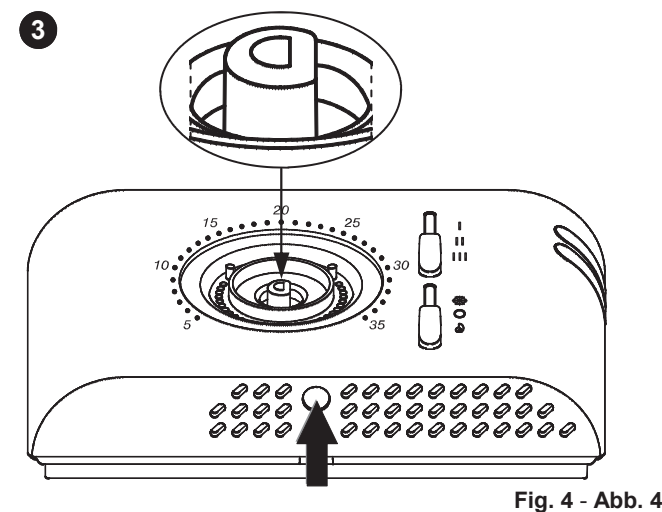

Fig. 4 - Abb. 4
- 3 À l'aide d'un tournevis, pousser la languette plastique située dans la fente en bas jusqu'à soulever légèrement la calotte (Fig. 4).
- 3 Drücken Sie mit einem Schraubendreher die runde Kunststoffflasche nach hinten (Abb. 4) und lösen den Gehäusedeckel.